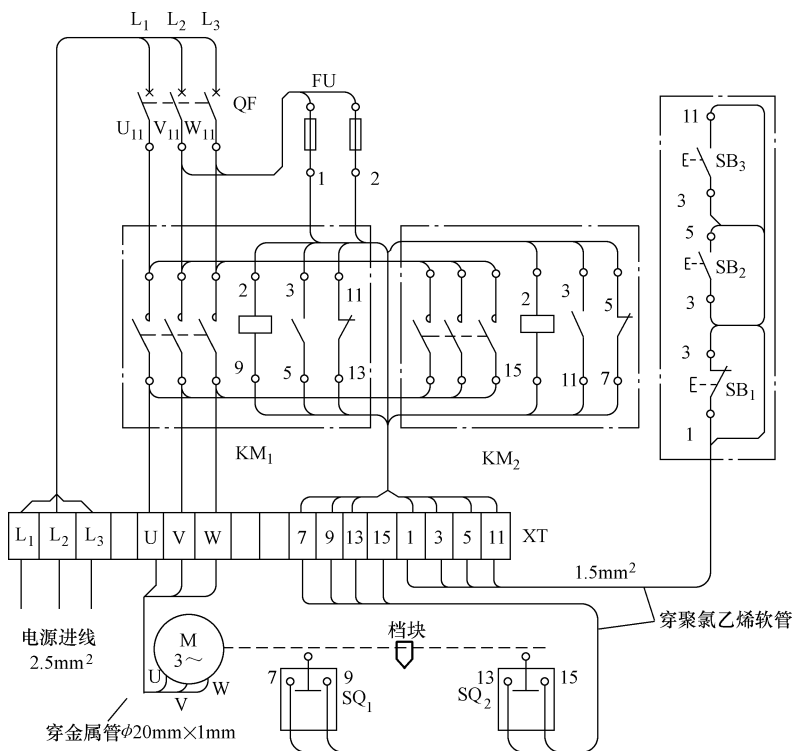

图 5-17 自动往返运行控制电路接线图
对照图 5-17 检查线号和接线端子的接触情况, 重点检查接在  $KM_1$ 、 $KM_2$  主触点的进线和出线, 控制电路中  $KM_1$ 、 $KM_2$  连锁触点,  $SQ_1$ 、 $SQ_2$  行程开关触点的连线是否正确。
1) 空操作试验 从接线端子上 (未画其接线图, 接线端子可参考图 5-17 所示的 XT) 拆下到电动机接线柱的接线, 合上低压断路器 QF, 按下  $SB_2$ , 这时  $KM_1$ 、 $KM_2$  吸合并自保持, 经过一段时间后,  $KM_2$  失电释放 ( $KM_1$  仍吸合),  $KM_3$  吸合。按下  $SB_1$ , 接触器均释放。反复试验几次以检查电路动作是否可靠。
1) 空操作试验 从接线端子上 (未画其接线图, 接线端子参见图 5-17 中的 XT) 拆下到电动机接线柱的接线, 合上低压断路器 QF, 这时  $H_1$  亮, 按下  $SB_2$ , 接触器  $KM_1$  和时间继电器 KT 同时吸合,  $H_2$  亮, 测量接线端子上的电压, 为经自耦变压器 TA 降压后的电压值。